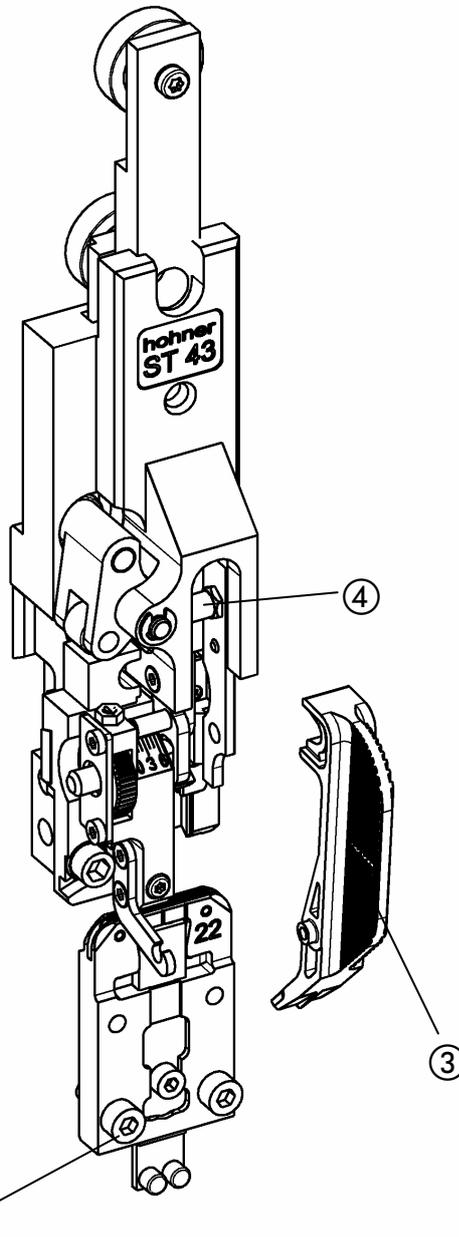

Abb. 7
- Abb. 7 -
- Lehre ③ auf Formeraufnahmebolzen ④ setzen und nach unten gegen Anschlag drehen. In dieser Position kann der Klinscherkasten durch Fluchtung der Lehre zu den Skalenstrichen des Klinscherkastens genau ausgerichtet werden.
- Klemmschrauben ① festziehen und Lehre ③ entfernen.